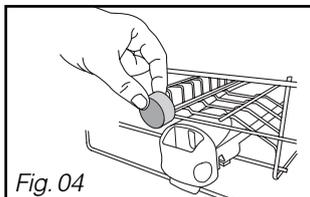

Fig. 04
- **Les pastilles "multifonction ou classiques" (Fig 04 et 05)**
Disposez la pastille dans le compartiment extérieur (Fig 04),